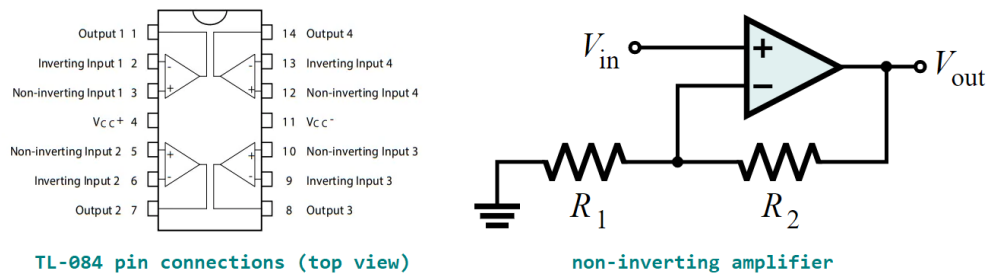

Figura 2: Amplificador operacional TL-084 y amplificador no inversor
2. Configurar un amplificador no-inversor utilizando el amplificador operacional TL-084 (Figura 2) de acuerdo con la ecuación 1.